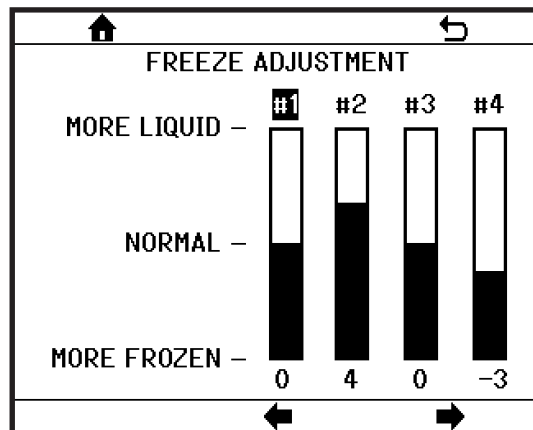

Figura 7.21
- AJUSTE DE CONGELACIÓN: Se utiliza para ajustar la temperatura de la bebida o el grado de congelación de la misma (**Figura 7.21**).
AJUSTE DE CONGELACIÓN (Figura 7.21) - Permite al usuario hacer la bebida más líquida o más congelada.